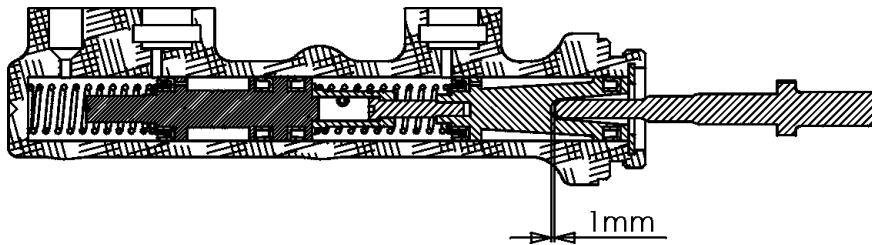

Fig.4
rod make contact with the plunger (see Fig.4).
- Das Spiel sollte 1 mm betragen. Siehe Fig.4